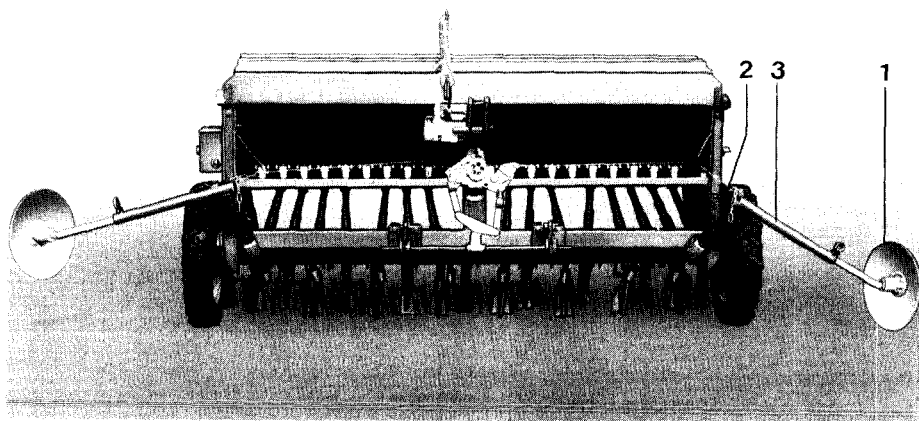
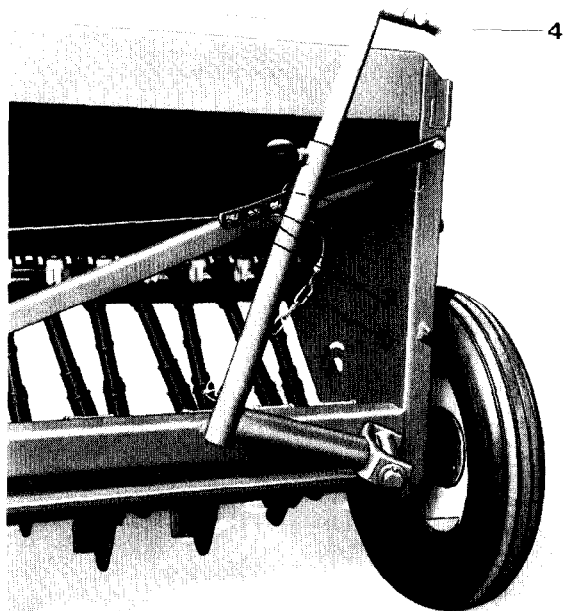
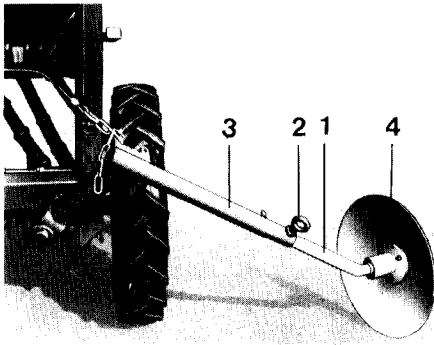
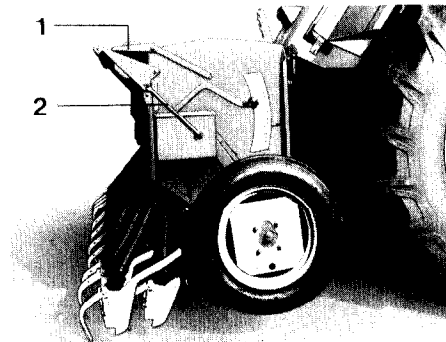

Fig. 1
Fig. 2
Fig. 3
Fig. 6
Tijdens transport met de machine altijd de markeurs omhoog zetten en de transportblokkering instellen door het inhaken der pen (fig. 2/1) in één der gaten (fig. 2/2) en door deze blokkering te borgen met de snelsluitpen (fig. 2/3). In het land, voor het beginnen met zaaien, erst de markeurs naar beneden zwenken in werkstand, zodat de scharen van de hakenmarkeurs (fig. 2/4) of de markeurschijven (fig. 1/1) op de grond liggen. Daarna worden de ophangkettingen links en rechts (fig. 1/2 en fig. 2/5) aan de markeursarm, in de kettinghaken (fig. 1/3) opgehangen en wel zo, dat de kabel een weinig doorhangt als de markeur-wisselarm aan de automat naar de betreffende kant is omgeschakeld (in werkstand).
Het bovendeel van de markeur (fig. 3/1) wordt met de ringbout (fig. 3/2) in de markeurspijp (fig. 3/3) vastgeklemd. De ringbout kan met de handgreepkant der afdraaislinger (fig. 6/2) worden los- of vastgedraaid. Door het deel met de markeurschijf (fig. 3/1) in de
houderpijp te verdraaien, kan de hakenmarkeur of de markeurschijf (fig. 3/4) meer of minder schuin worden gesteld. Na elke verstelling dient de ringbout te worden vastgedraaid om uit zichzelf verdraaien van de markeur te voorkomen.
De zaaimachines D 7 „Special II“ kunnen met hakenmarkeurs (fig. 2/4) of met schijvenmarkeurs (fig. 3/4) worden uitgevoerd.
Hiertoe wordt het deksel met beide handen, zomogelijk in het midden van de machine, aan de aangrijprijchel, vastgepakt en naar achter opgetrokken. Het deksel (fig. 6/1) is stabiel genoeg om zelfs zware zakken met zaad te dragen. Daarom kan men de zak met zaad op het deksel zetten, de zak openen, de eventueel in de zak bevindende monsterkaart eerst uitnemen en dan het zaad in de zaadkast laten lopen. Daarna kan men het zaad met de hand nog beter verdelen in de zaadkast. Wanneer de zakken met zaai-zaad op een wagen staan kan de machine tot dicht bij de wagen gereden worden. Vanaf de wagen kan het deksel dienen als loopplank om zo de zaadkast te vullen.
- a. de markeurs in transportstand gesteld worden (beide markeurs inklappen) en door middel van de plaat met gaten (fig. 2/1) en de snelsluitpen (fig. 2/3) borgen, en
Wordt de machine voor een langere periode weggezet, dan moeten alle bodemkleppen geopend blijven. Ook het deksel van de zaadkast (fig. 6/1) kan men beter open laten. **Alleen dan wordt voorkomen dat ongedierte (muizen en ratten) door knagen aan de kunststofdelen (bodemkleppen, zaairaden enz) zich een weg banen naar de zaadkast om te kijken of er nog zaadresten in zijn.**